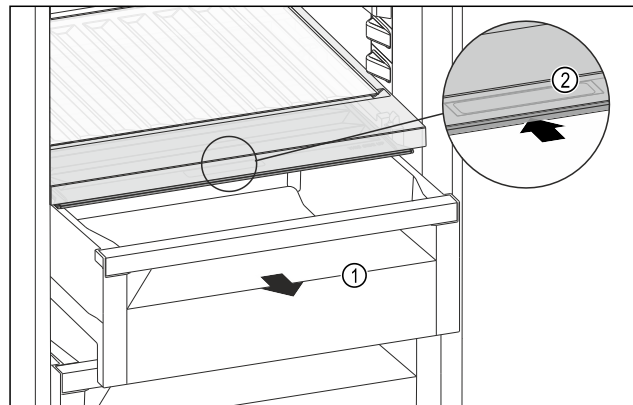

Fig. 178
- Schubfach Fig. 178 (1) herausziehen.
- Griffmulde Fig. 178 (2) am Fachdeckel anfassen und Fachdeckel gleichzeitig nach hinten schieben.